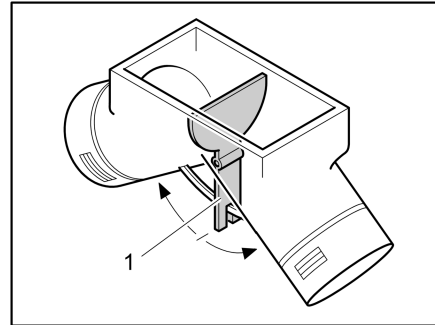

Bild 107 Umluftgebläse, Einstellklappe in Mittelstellung
In Mittelstellung verteilt sich die Warmluft gleichmäßig auf die beiden Warmluftausgänge. Der Bedienhebel (Bild 107,1) für die Einstellklappe ist unter der Bodenklappe im Kleiderschrank eingebaut.
- Bedienhebel (Bild 107,1) in Pfeilrichtung schieben, bis gewünschte Position erreicht ist.